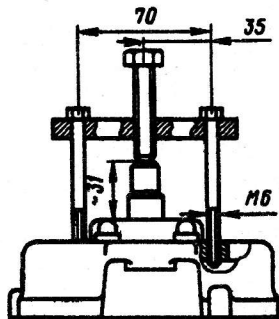

Рис. 232. Снятие передней крышки генератора
- при необходимости снять с вала ротора переднюю крышку вместе с подшипником, используя резьбовые отверстия в крышке и специальное приспособление (рис. 232).